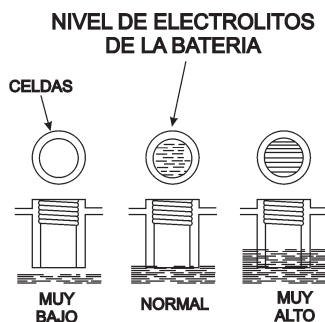

Figura 39. Nivel de electrolitos de la batería
- Revise la batería regularmente y asegúrese que cada nivel de electrolito esté al fondo de las celdas (Figura 39). Si es necesario, agregue solo agua destilada en un área bien ventilada.